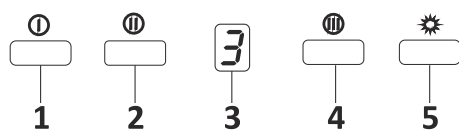

Fig. 19: Botão Spd Dig 3
1. ➤ Premir neste botão para ligar o produto. O produto também funcionará no 1º nível de velocidade quando este botão for premido. Fig. 19
2. ➤ O produto funcionará no 2º nível de velocidade quando este botão for premido. Fig. 19
3. ➤ Visor dig Pode seguir no visor a que velocidade o produto está a funcionar atualmente. Fig. 19
4. ➤ O produto funcionará no 3º nível de velocidade quando este botão for premido. Fig. 19
5. ➤ Premir neste botão para ligar ou desligar a lâmpada. Fig. 19
6. ➤ Premir e manter premido qualquer dos botões de funcionamento do motor por mais de 2 segundos, iniciará uma função de temporizador de 15 minutos. Será exibido um sinal quando o temporizador iniciar e o motor parará automaticamente após 15 minutos. Fig. 19